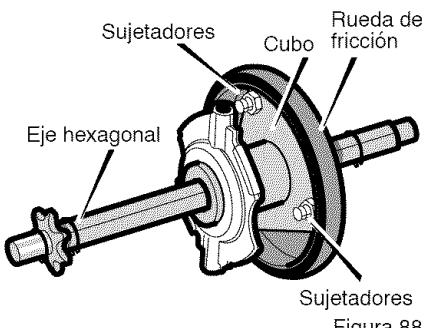

Figura 88
11. Quite los tres **sujetadores** que retienen la **rueda de fricción** en el **cubo** (Figura 88).